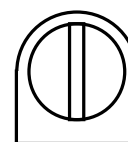

Fig. 6
*La barra de acoplamiento del grifo debe estar exactamente paralela a los bordes laterales del Titrino KFP, vea Fig.6.*